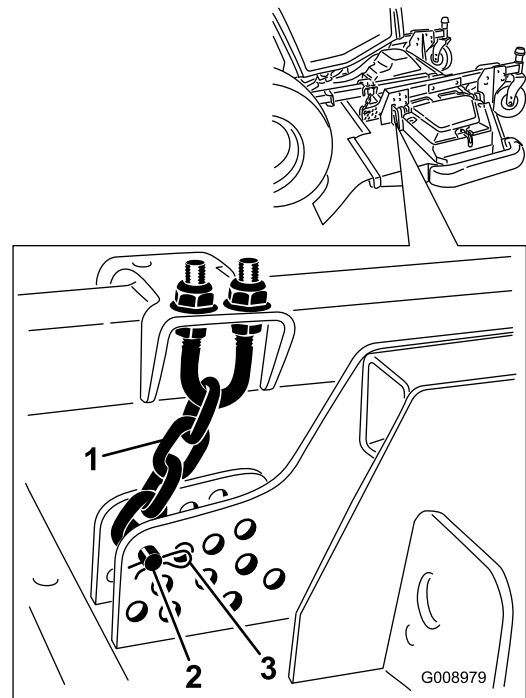

Bild 25
5. Entfernen Sie den Splint und den Lastösenbolzen, mit denen die Schnitthöhenkette an der Rückseite des Mähwerks befestigt ist (Bild 25).